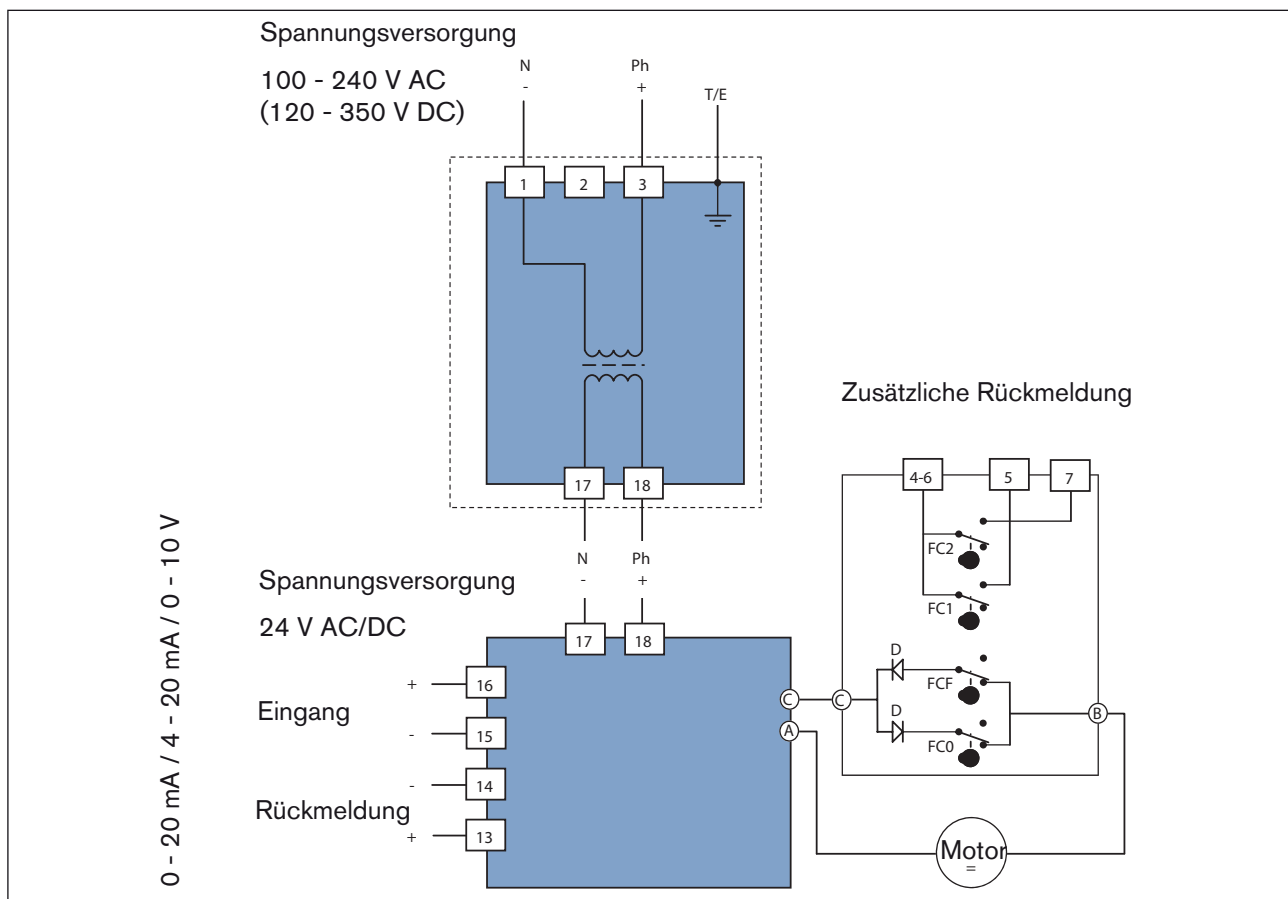

Bild 25: Elektrisches Schaltschema
- Kabel entsprechend dem elektrischen Schaltschema (siehe *Bild 25:*) an der Klemmleiste Pos. 14 der Spannungsversorgungskarte anschließen (siehe Bilder 1/2).
→ Kabel an der Klemmleiste 12 (siehe Bilder 1/2) gemäß Schema anschließen (siehe *Bild 25:Elektrisches Schaltschema*).